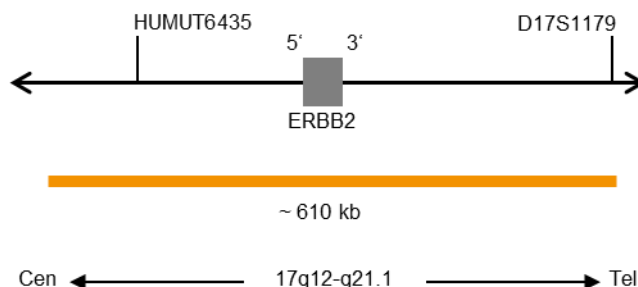

Fig. 1 : Carte de la sonde SPEC ERBB2 (pas à l'échelle)
- Polynucléotides marqués au ZyOrange (excitation 547 nm/émission 572 nm) (~4,5 ng/μl), qui ciblent des séquences cartographiées en 17q12-q21.1* (chr17:37,572,531-38,181,308) hébergeant la région du gène ERBB2 (voir figure 1).